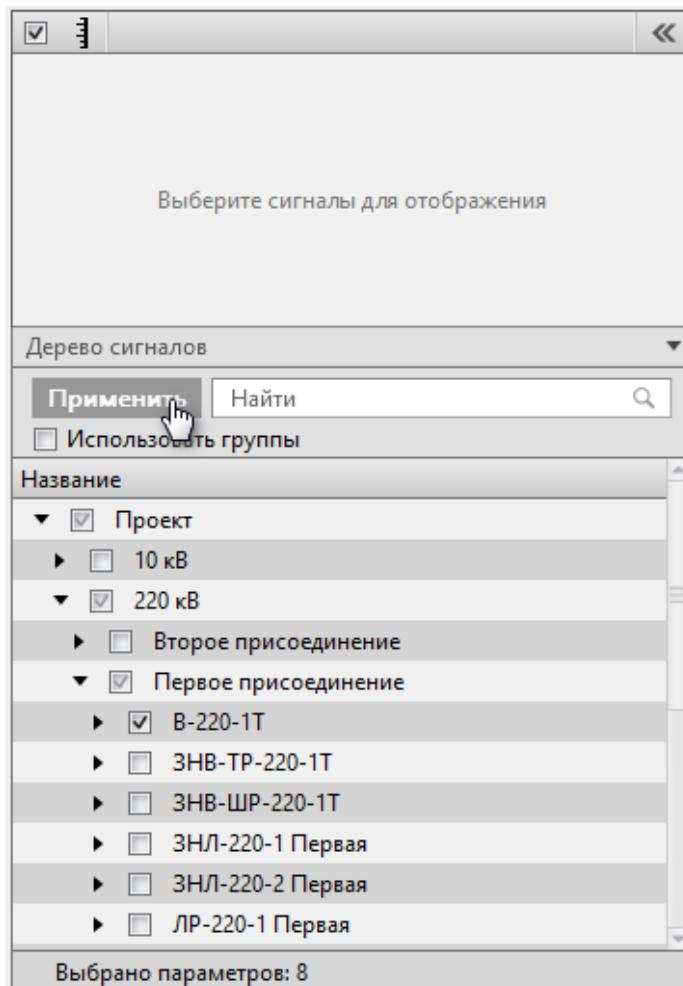

Рисунок 86 - Добавить сигналы
3. В дереве сигналов ниже выберите необходимое количество сигналов и нажмите **Применить** (Рисунок 86).